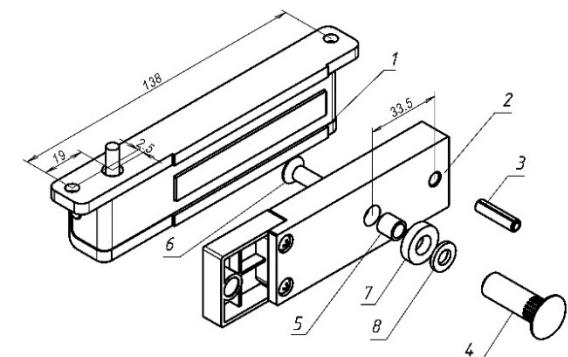

Рисунок 1
3.1 Комплект поставки (рисунок 1):
- корпус (1)
- якорь (2)
- комплект крепления якоря: штифт (3), втулка (4), втулка проходная (5), винт M6x35 (6), кольцо уплотнительное (7), шайба (8).